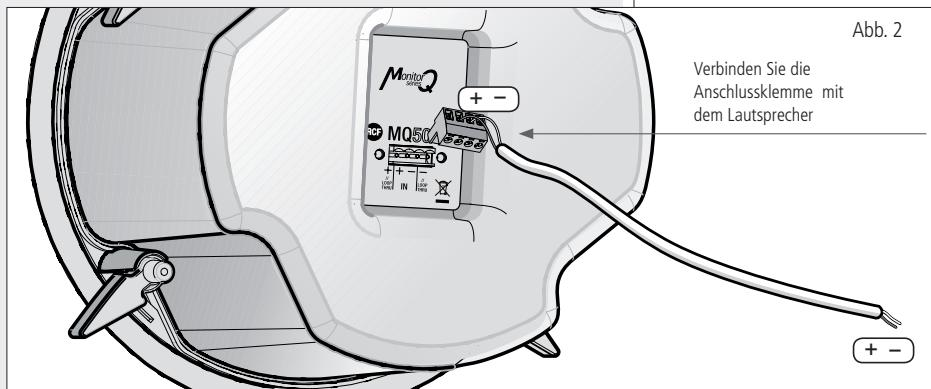

Abb. 2
2. Verbinden Sie die negative (-) Anschlussklemme (Euroblock) mit dem negativen (-) Leiter der Audiosignalleitung, das an den mit „-“, „0“ oder „COM“ bezeichneten Abgriff der Ausgangssektion des Verstärkers angeschlossen ist (Abb. 2).